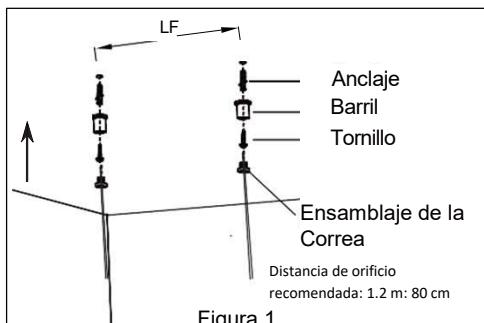

Figura 1
2. Localiza el kit de montaje de suspensión. Desenrosca la pinza del perno de seguridad. *Ver Figura 1.*